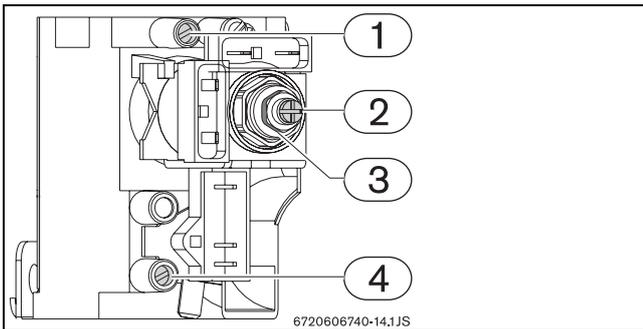

Fig. 13 Punti di controllo/regolazione gas
- ▶ Disinserire la tensione 230V presso l'interruttore bipolare, a monte dell'apparecchio, presso l'interruttore principale (→Fig. 13, pos. 3) e smontare il mantello.
- ▶ Svitare la vite posta internamente alla presa di pressione bruciatore (→Fig. 13, pos. 1) senza toglierla.
- ▶ Con una chiave di misura corrispondente, ruotare il dado (→Fig. 13, pos. 3).
- ▶ Tenere fermo il dado (→Fig. 13, pos. 3) con una chiave di misura corrispondente.
- ▶ Con un cacciavite **non magnetico** ruotare la vite (→Fig. 13, pos. 2).